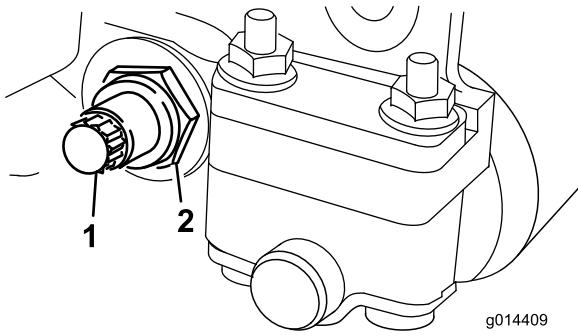

Figure 19
3. De chaque côté de la machine, desserrez le contre-écrou de fixation du boulon de la barre d'appui (Figure 19).
| 4. Retirez les boulons de la barre d'appui afin de pouvoir abaisser la barre et la déposer du boulon de la machine (Figure 19). | |